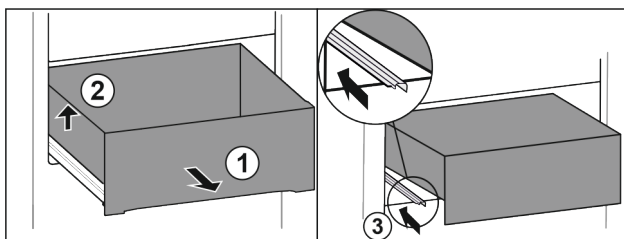

Fig. 90
- Trekk ut skuffen til anslag. Fig. 90 (1)
- Løft skuffen til venstre. Fig. 90 (2)
- Skyv inn venstre skinne. Fig. 90 (3)